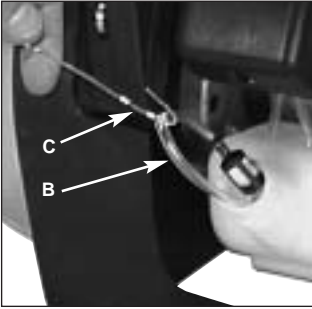

Fig. 8-2B
1. Lift fuel line (B) out of tank. A steel wire (C) with a hook or a paper clip works well (Figure 8-2B).
1. Sortir le tuyau de carburant (B) du réservoir. Utiliser un fil de fer (C) ou un trombone (Figure 8-2B).